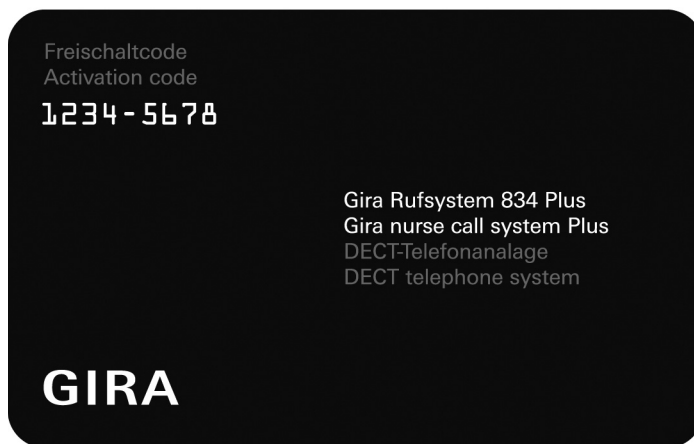

Bild 4.9: Key-card för frikoppling (t.ex. en DECT-telefonanläggning)
- Gira skickar dig ett Key-card för varje programpaket som beställts (se Bild 4.9).